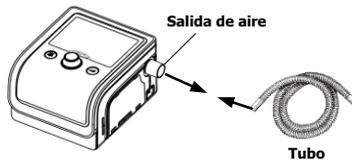
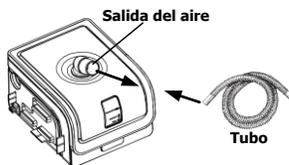

Fig. 11-4
Fig. 11-5
(1) Conectar un extremo del tubo a la salida de aire del dispositivo principal, como se muestra en la Fig. 11-4. Si el dispositivo principal se utiliza con un humidificador, conecte un extremo del tubo a la salida de aire del humidificador, tal como se muestra en la Fig. 11-5.